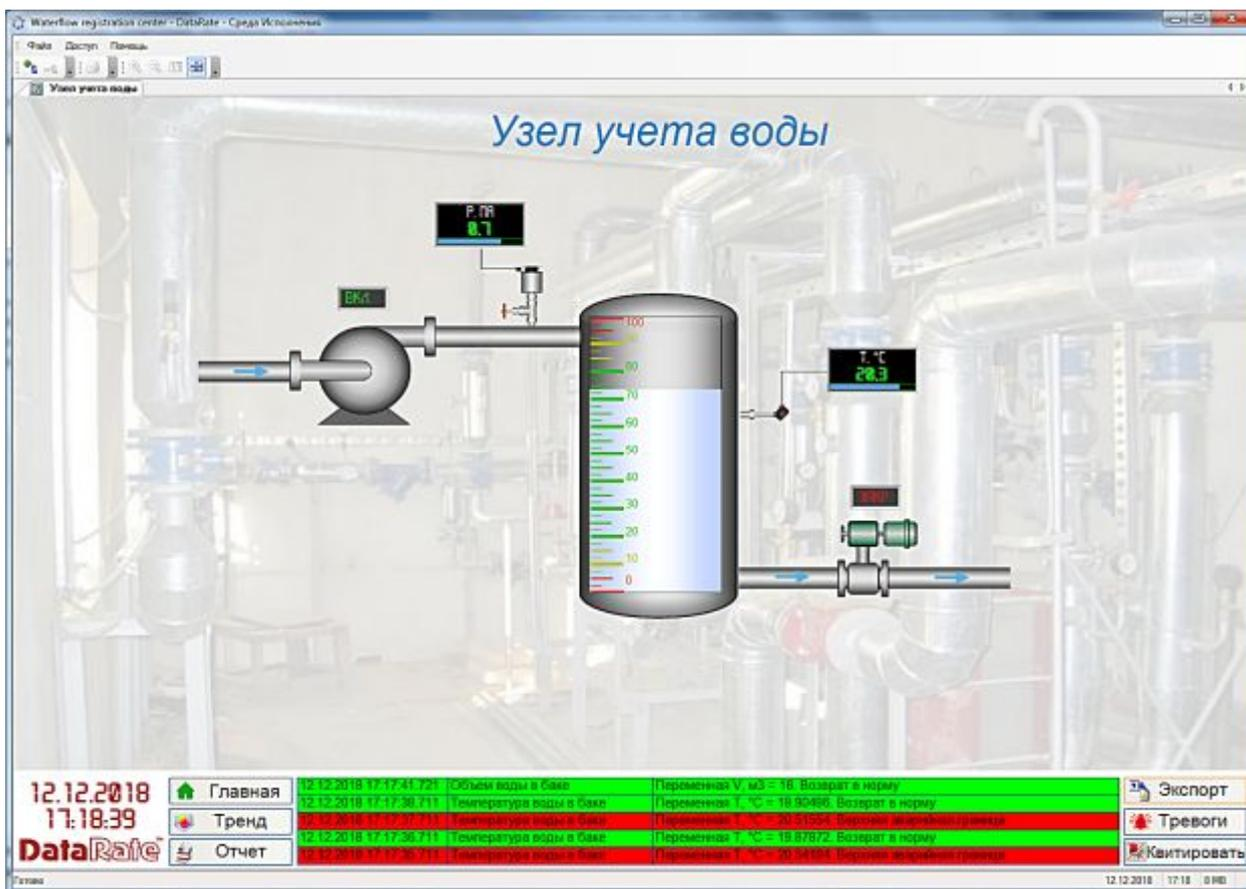
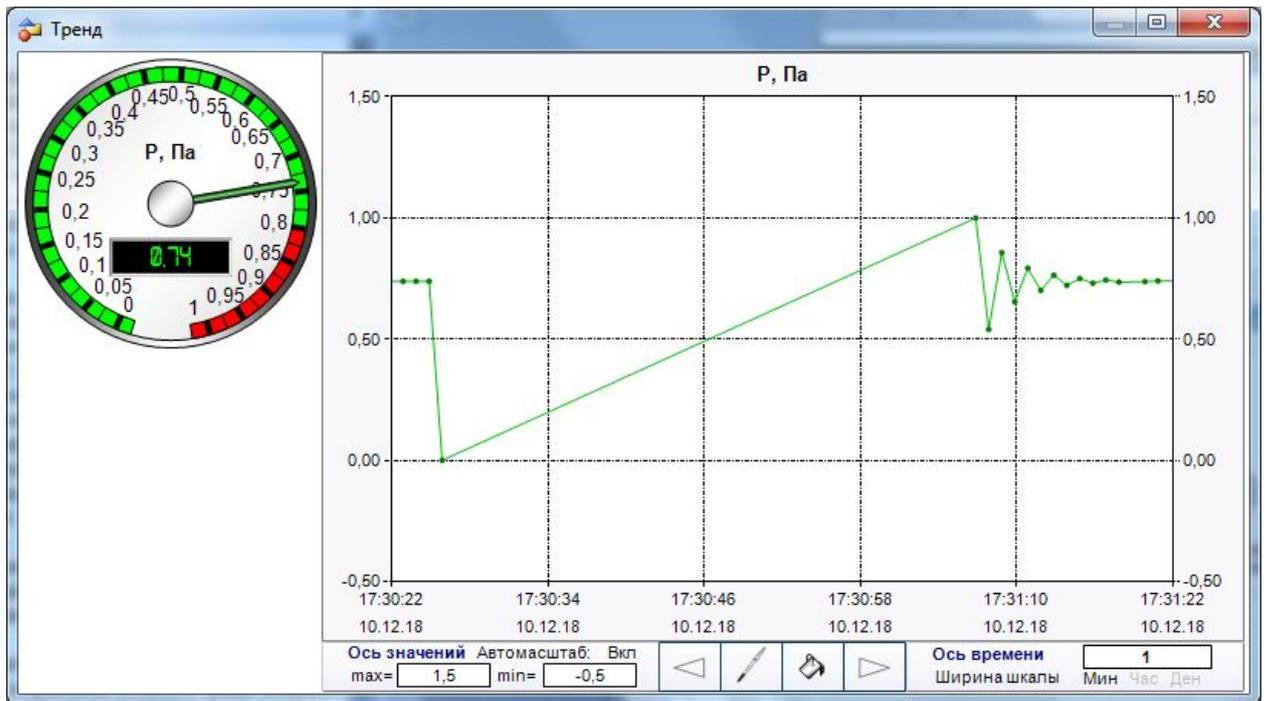
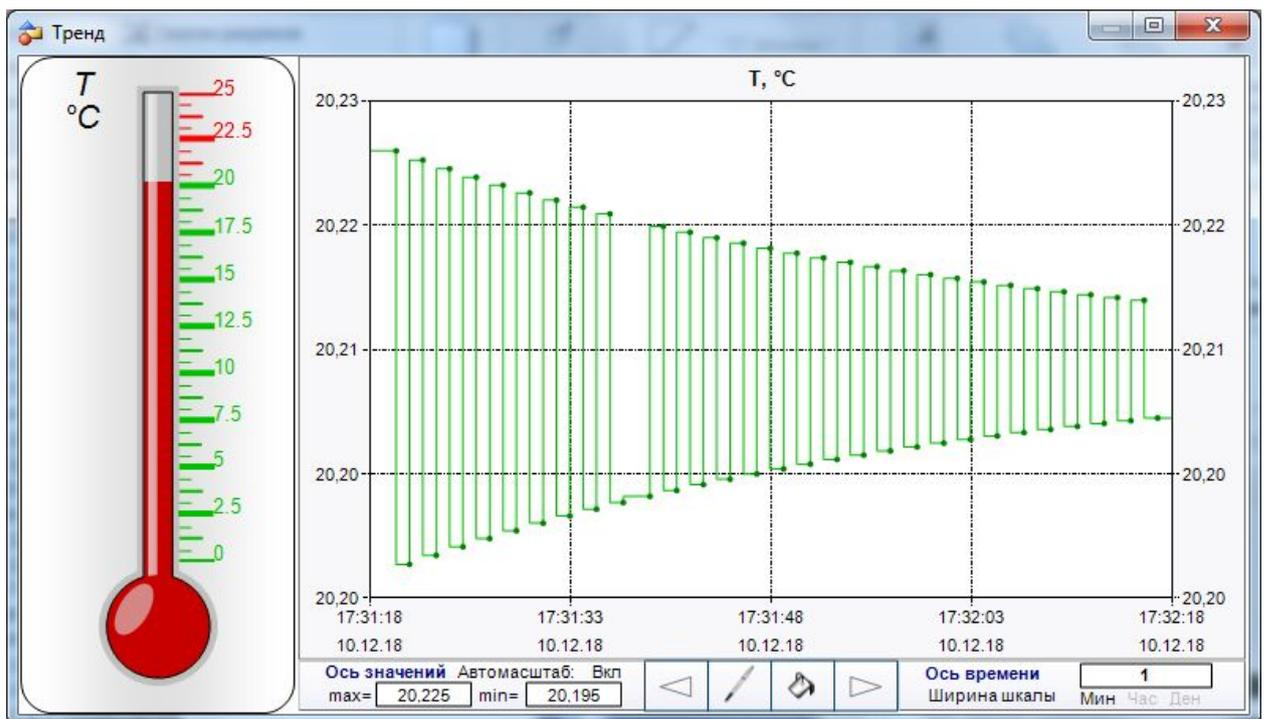

Рисунок 3.3 – Приложение **Waterflow registration center** в Среде исполнения **DataRate**
Рисунок 3.4 – Виртуальный прибор и тренд давления
Рисунок 3.5 – Виртуальный прибор и тренд температуры
- 4 В появившемся окне **Открыть** выберите файл проекта **Waterflow registration center.krproj**. Приложение начинает работать (рисунок 3.3).
- 1 Двойным щелчком по панели визуализации давления (рисунок 3.3., сверху) откройте вид **Circle\_device** объекта **Pressure** (рисунок 3.4)
- 2 Двойным щелчком по панели визуализации температуры (рисунок 3.3., справа) откройте вид **Vertical\_termometr** объекта **Temperature** (рисунок 3.5)